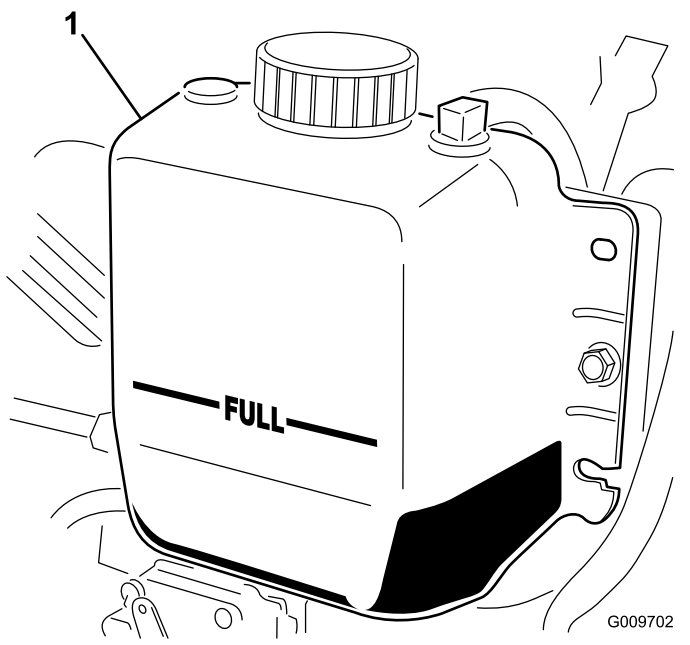

図 116
3. ラジエーター内部の液量を点検する。ラジエーターは補給口の首の部分まで、補助タンクはFULLマークまであれば適正です **図 116**。